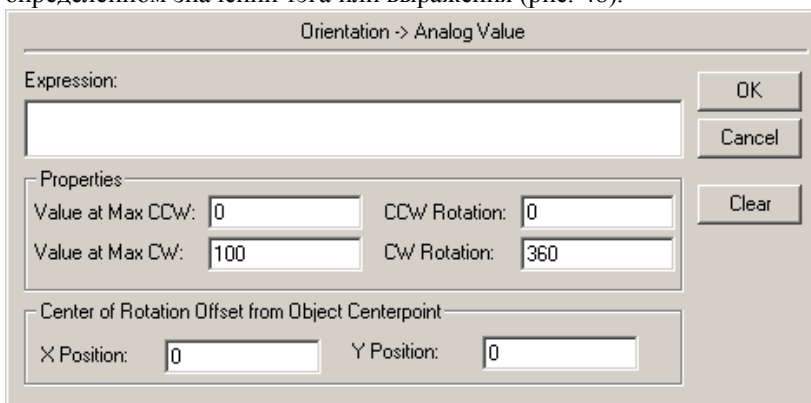

Рис. 48. Диалог настройки вращения объекта.
- **Ориентация (Orientation)** - вызывает разворот объекта при определенном значении тэга или выражения (рис. 48).